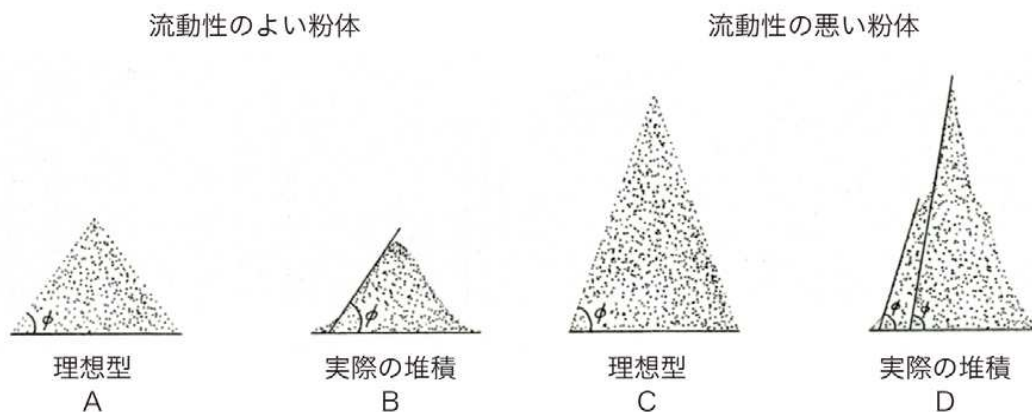

図1 安息角の形状
- ※ 測定する山をきれいな山にすることは難しく、本器でできる安息角は、図 1 の A, C のような理想形にはなりにくく、B, D のような形になる傾向があります。特に、付着、凝集性のある紛体は非常に不規則な形の山になることがあります。